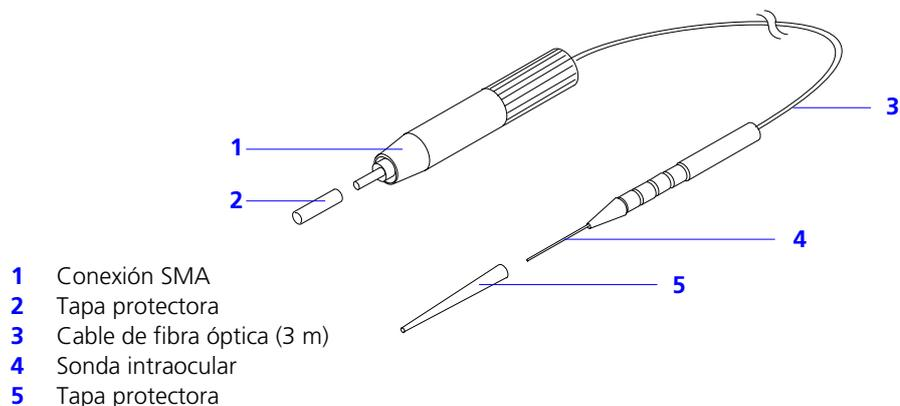

Fig. 36 Sonda intraocular
Las sondas intraoculares vienen en un empaque estéril. Las partes de la sonda están descritas en la Fig. 36.
- Extraiga la tapa protectora (**2**, Fig. 36) del adaptador de fibra óptica.
- Atornille la conexión SMA (**1**, Fig. 36) a la conexión de la fibra óptica de la consola (**6**, Fig. 14).